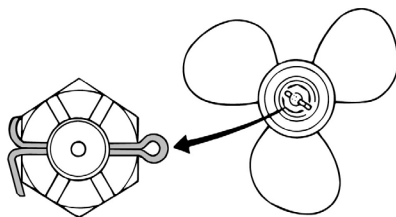

Рис. 57 Шплинт фиксации гайки
1. Используя пассатижи или аналогичный инструмент выпрямите концы шплинта и вытяните шплинт из вала гребного винта (Рис. 57).